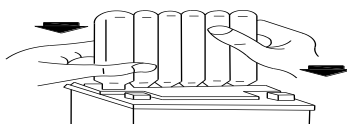

fig.2
2. Plasser beholderen i batteriets påfyllingshull (fig. 2) og press den ned slik at forseglingene punkteres. Batteriet vil nå fylles med syre.